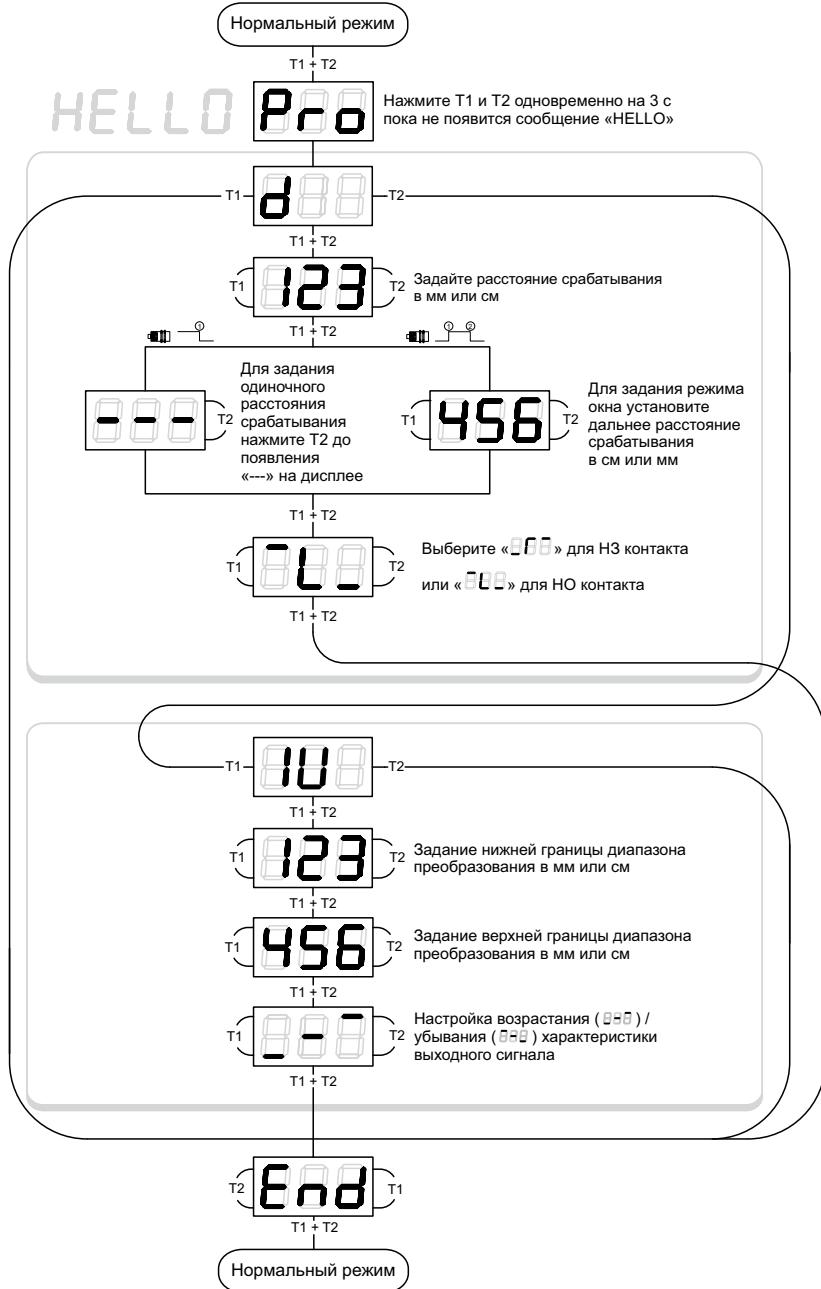

Рисунок 11 – Задание параметров с использованием LED – дисплея для датчика hps+.../DIU/TC
- 1) С использованием *LED* – дисплея, задание числовых параметров расстояний срабатывания и диапазона преобразования (см. рисунок 11);